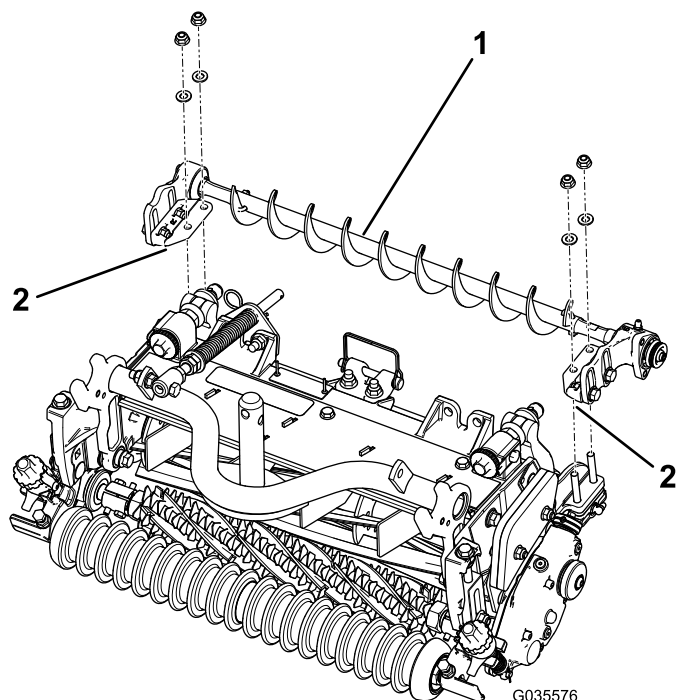

図5
2. 左または右ローラブラシアsembly取り付けブラケットを、ローラブラケットボルトにセットする図5。